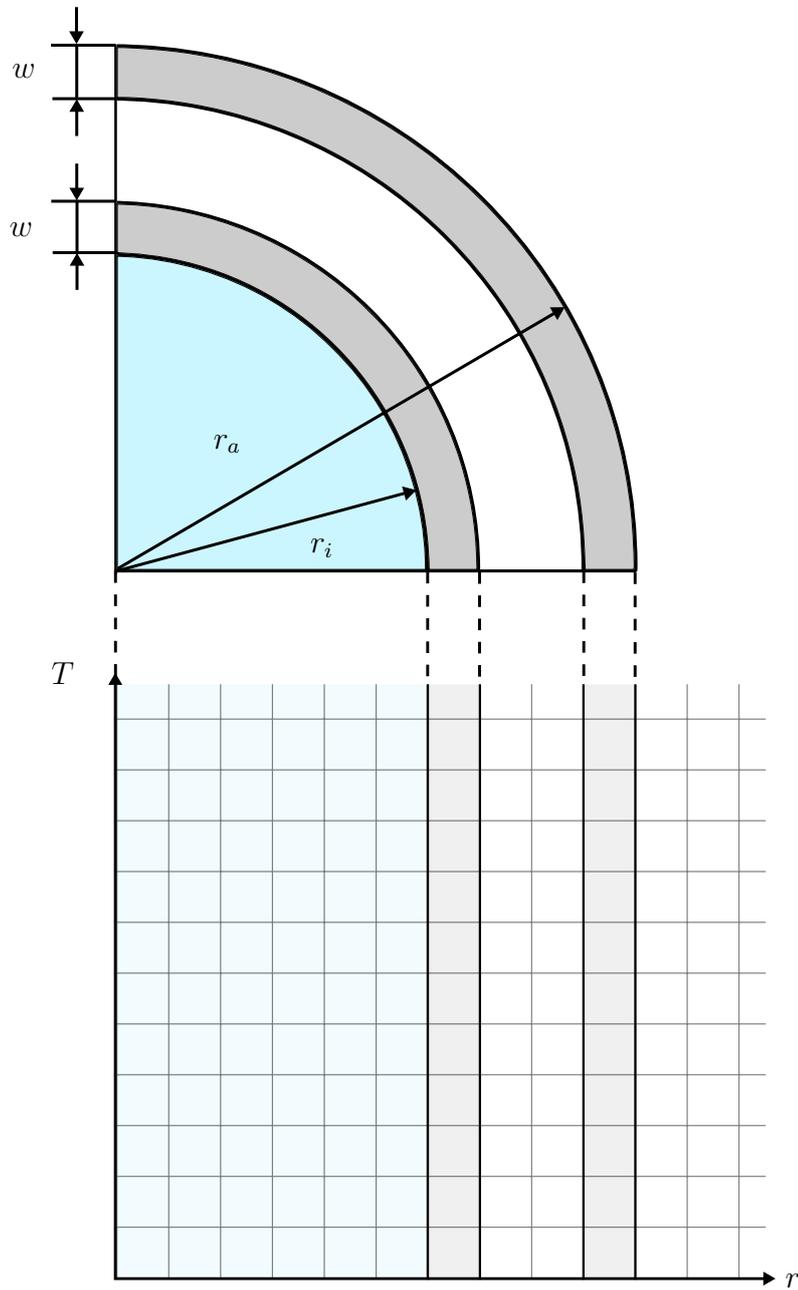

Abbildung 5: Stationäres Temperaturprofil.
- a) Skizzieren Sie qualitativ das Temperaturprofil in radialer Richtung in der Rohrleitung und in der außen angrenzenden Luft. Gehen Sie dabei von einem Zeitpunkt kurz nach Prozessbeginn  $t = 0$  aus und berücksichtigen Sie die unterschiedlichen Wärmeleitkoeffizienten. Zeichnen Sie die Lösung dieser Teilaufgabe in das Diagramm in Abbildung 5. 2.5 P. |